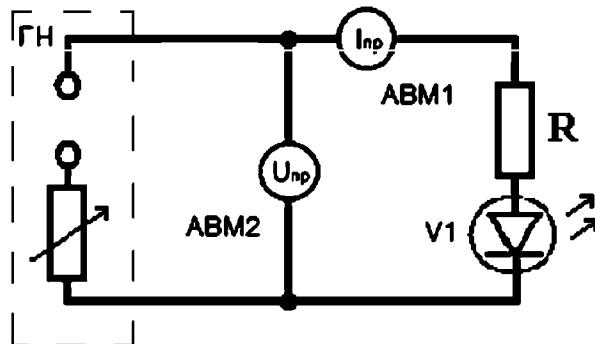

Рис. 2.41. Схема для снятия характеристик светодиода
1. Установить на лабораторном стенде плату № 10 из рабочего комплекта, произвести сборку электрической схемы с помощью соединительных проводов (рис. 2.41), подключив источник напряжения ГН, и измерительные приборы АВМ1, АВМ2.
3. Рассчитать сопротивление  $R_d$  и падение напряжения на светодиоде  $U_d$ , используя уравнение для контура на рис. 2.41:
6. Собрать схему с двухцветным светодиодом (рис. 2.41).
9. Собрать схему с трехцветным светодиодом (рис. 2.41).